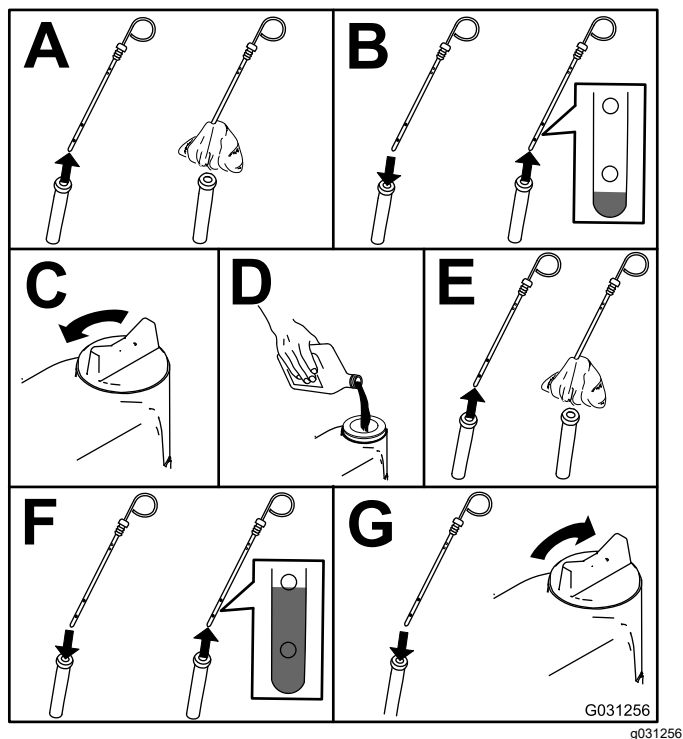

Figura 52
2. Verificai nivelul uleiului de motor; consultai Figura 52.